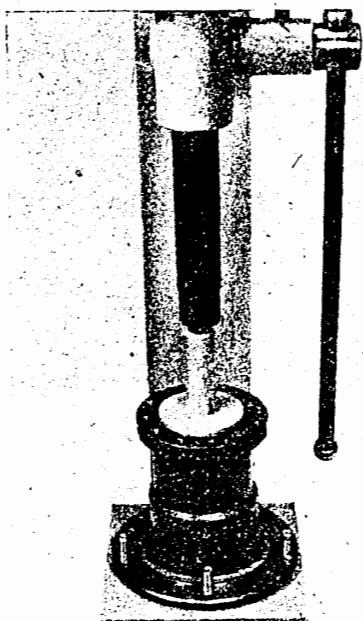

Bild H 36. Rillenkugellager eindrücken
- Rillenkugellager 6012 eindrücken (Bild H 36)